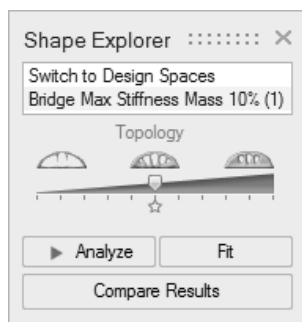

图 4-59
3) 单击并拖动形状探索器中的拓扑滑块，增加或减少设计空间中的材料，如图 4-59 所示。